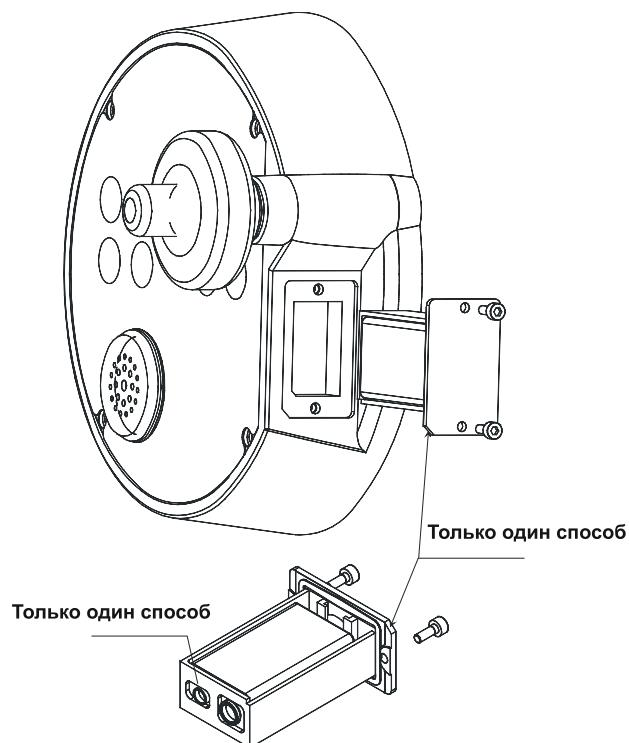
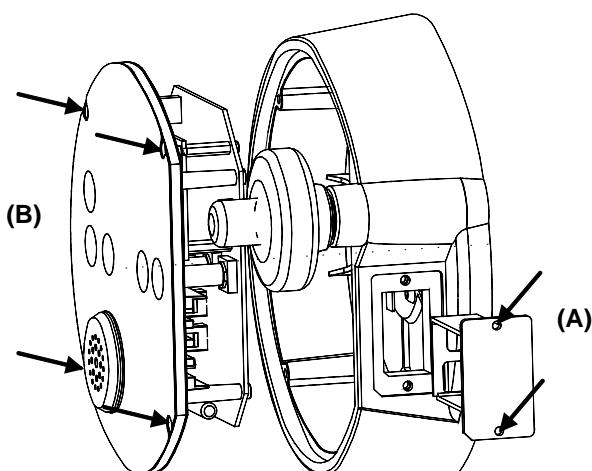

Рисунок 9-4
Рисунок 9-10
- Открутите 2 винта на пенале батареи, используя 2,5 мм шестигранный ключ Allen, который находится в переносной сумке. См. Рисунок 9-4.
- Замените батарею (только один способ). См Рисунок 9-4.
- Открутите 2 винта (A) на пенале батареи при помощи 2.5 мм Allen ключа и выньте его, как показано на Рисунке 9-10.
- Открутите 4 винта (B) на блоке дисплея при помощи 2.5 мм Allen ключа и осторожно отделите его от электронного блока, как показано на Рисунке 9-10.
- Отсоедините вилку ленты, компонент (C), как показано на Рисунке 9-6.
- Установите новый блок дисплея в электронный блок; закрепите 4 винта (B), см. Рисунок 9-10.
- Закрепите пенал батареи 2 винтами (A), см. Рисунок 9-10. См. Рисунок 9-4.